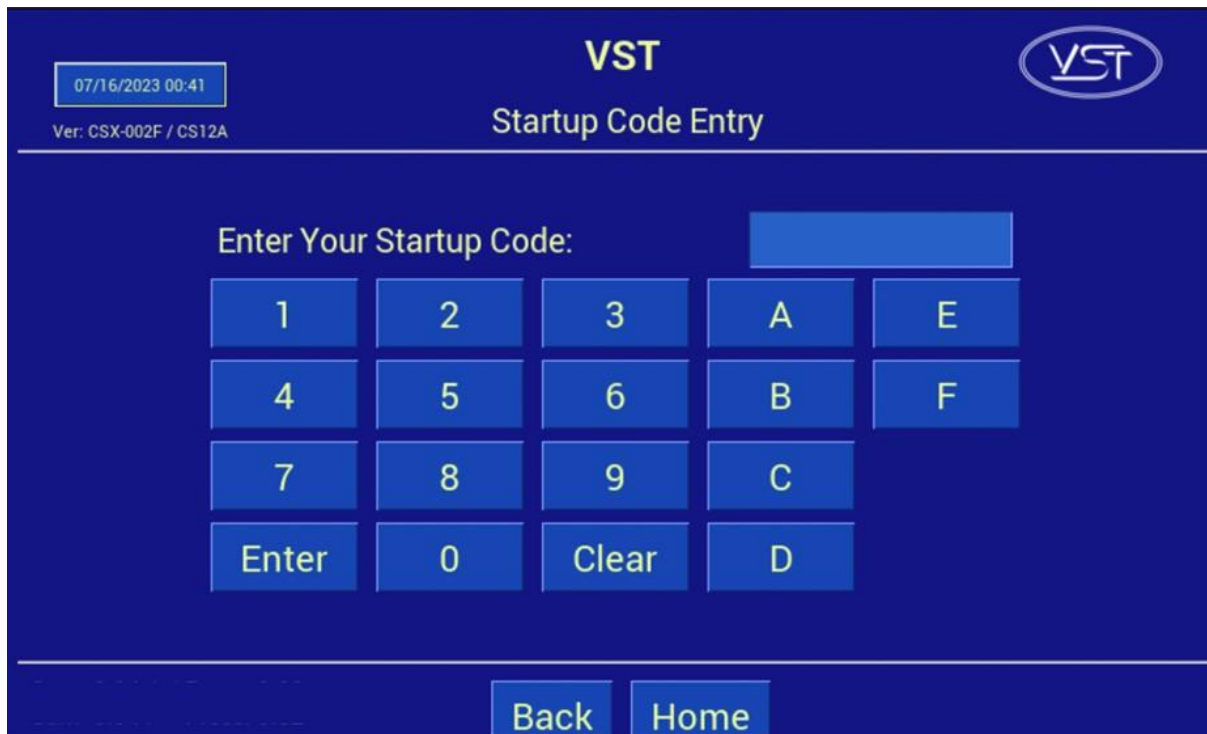

Figura 6-13: Pantalla de contraseña de inicio
8. En la pantalla del código de verificación, ingrese el código que recibió por correo electrónico, luego presione ENTER. **Vea la figura 6-13.**